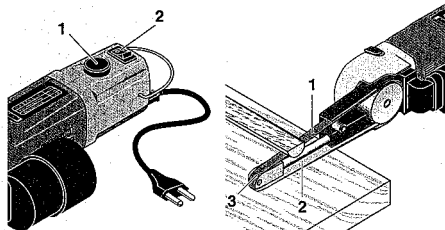

Fig. 2
1. Gerät am Schalter 2 (Fig. 2) einschalten und die Arbeit entsprechende Drehzahl am Knopf 1 einstellen.